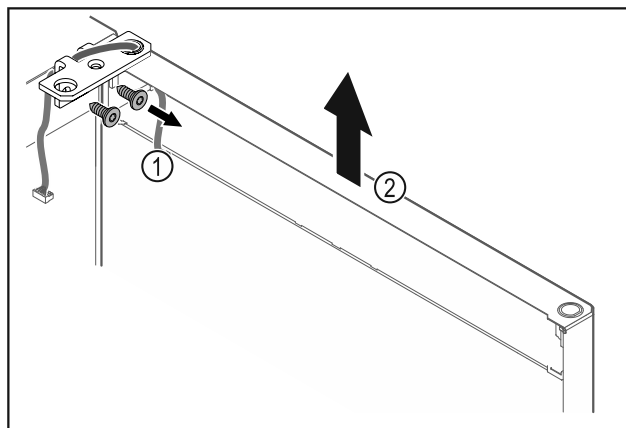

Fig. 19
- Skru hængselvinklen Fig. 19 (1) af.
- Løft døren og hængselvinklen Fig. 19 (2) ca. 200 mm lige op, og tag dem af.